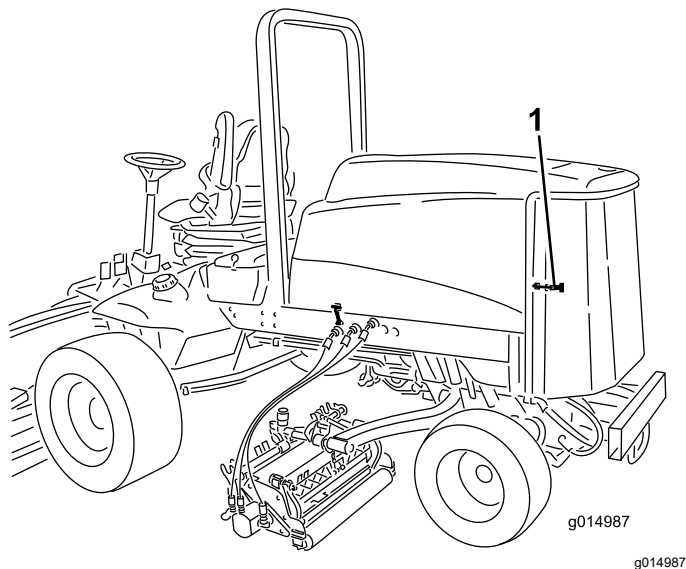

Figura 74
1. Destrancue e abra o painel traseiro (Figura 74).